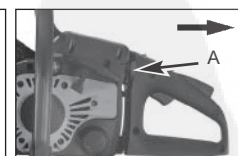

Fig. 9B
2. Tirez le choke/la manette de gaz sur (A) . Cela actionne le choke et avance l'allumage pour un démarrage plus facile (Fig. 9B)